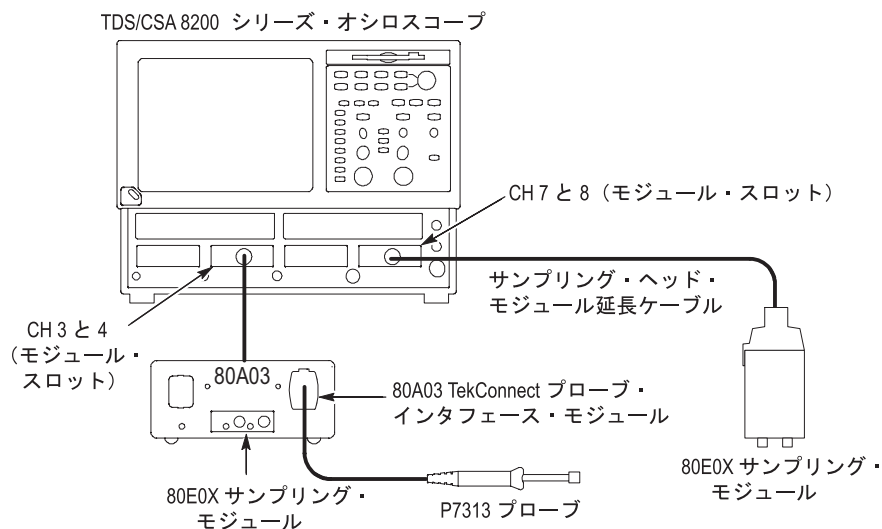

図 9： 検査前の構成
1. 80A03 TekConnect プローブ・インタフェースを TDS 8200 オシロスコープのチャンネル 3 と 4 スロットに接続します。図 9 を参照してください。